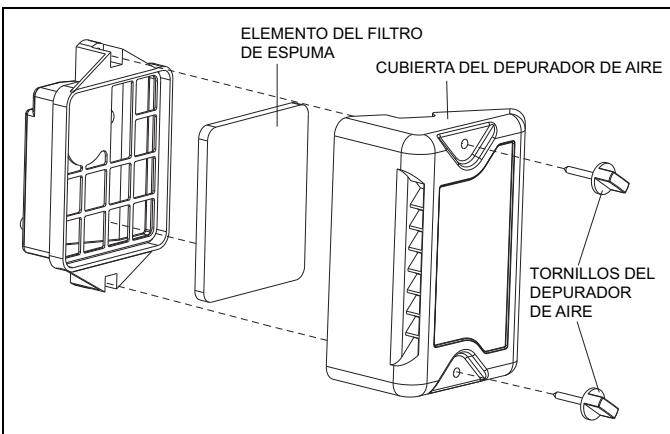
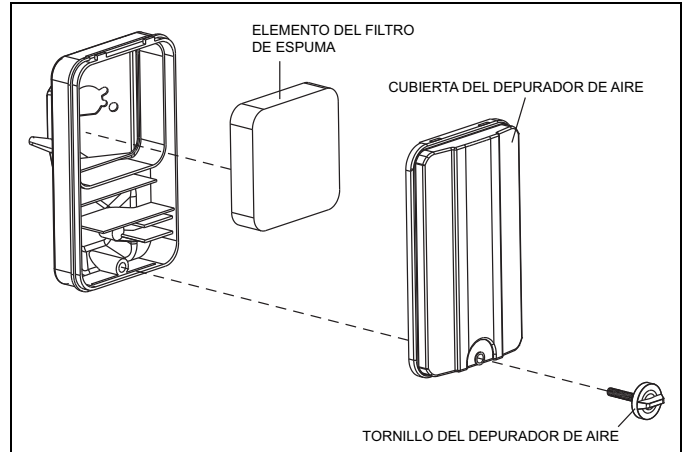

Figura 6-5. Servicio del depurador de aire CW15
Figura 6-6. Servicio del depurador de aire ST20
1. Retire el o los tornillo(s), y extraiga la cubierta del purificador de aire (Figura 6-5.) y (Figura 6-6.).